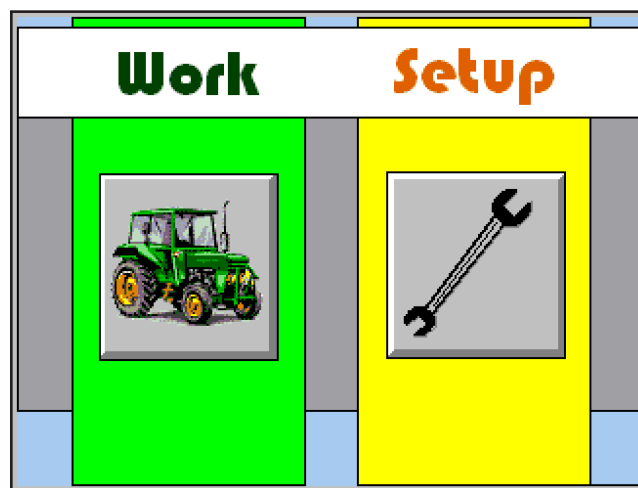

Fig. 1
I) Retourner au menu de sélection (**Fig. 1**).
I) Regresa al menú de selección de la modalidad (**Fig. 1**).
Con riferimento a Fig. 1: